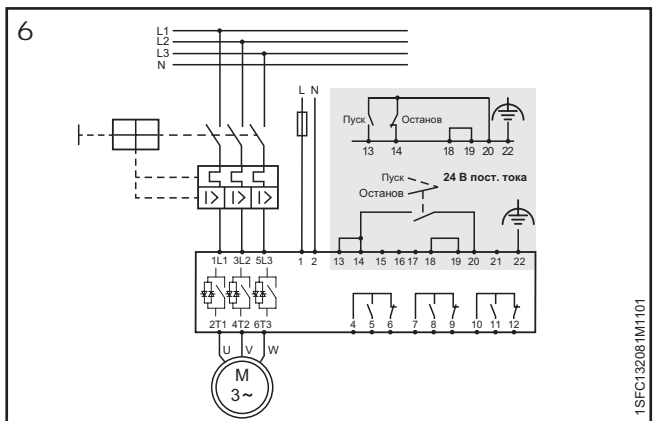

Рис. 6. Электрическая схема для устройств PSTX30...PSTX370 (версия с автоматическим выключателем для защиты двигателя)
- Подключите контакты 4, 5, 6, 7, 8, 9, 10, 11 и 12 для использования реле выходных сигналов. Это «сухие» контакты, рассчитанные на напряжение, не превышающее 250 В переменного тока, 1,5 А (AC-15) и 30 В постоянного тока, 5 А (DC-12). См. **рис. 6**.